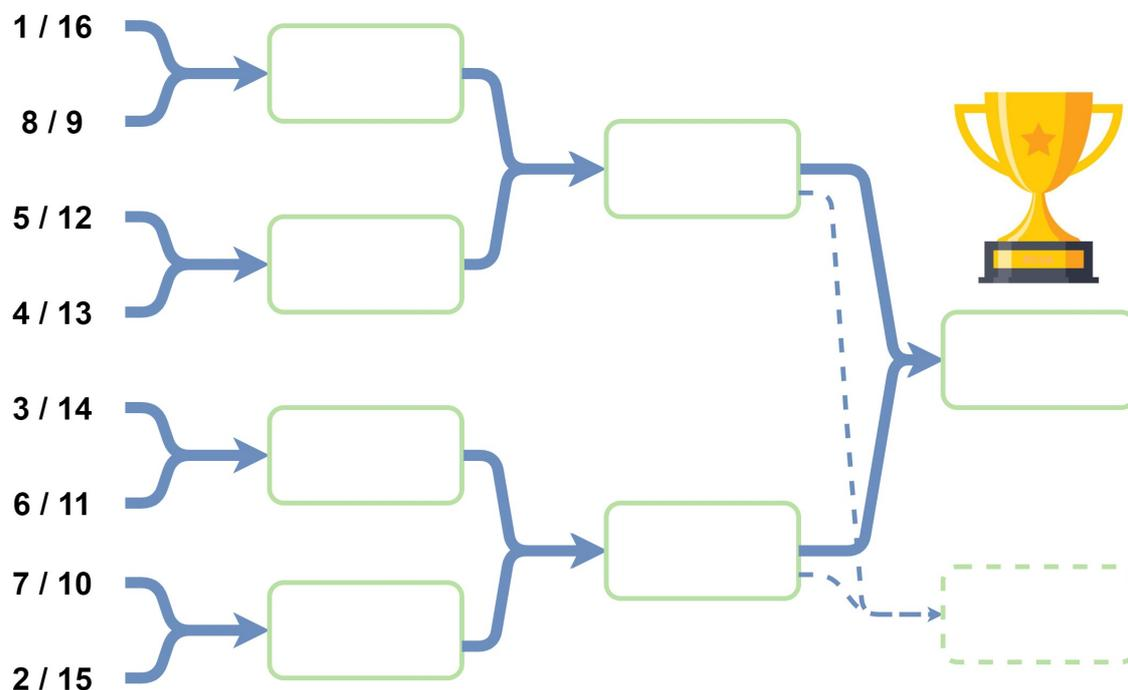

FIGURE 16 – Tableau des phases finales
Chaque équipe vainqueur de son match de barrage sera intégrée au tableau principal de la phase finale de la rencontre (B). À l'issue de la phase de barrage, l'arbre de la phase finale de la rencontre (B) présenté Figure 16 pourra être revu afin de représenter plus fidèlement le niveau de chaque équipe.